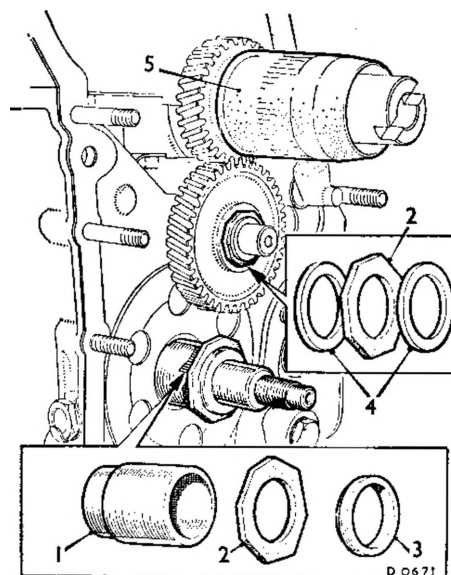

Fig. Aa. 17
33. Montare 1' attrezzo 18G 1089 A sull'albero di entrata. Tagliare una rosetta di cera per dentisti con attrezzo 18G 1089/1 e montarla servendosi del medesimo attrezzo sull' albero di entrata (vedi la figura Aa. 17 alla pagina precedente).